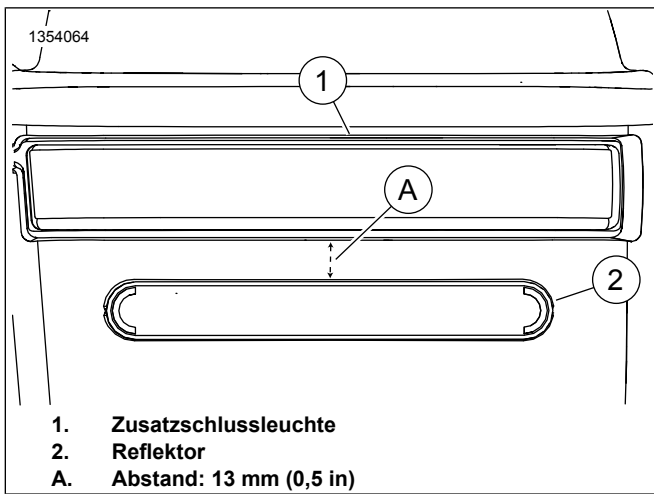

Abbildung 9. Reflektoranordnung
b. Siehe Abbildung 9 >. Den Reflektor (2) an der Rückseite der Satteltasche zentriert und Abstand: 13 mm (0,5 in) unter der Zusatzschlussleuchte (1) anbringen.